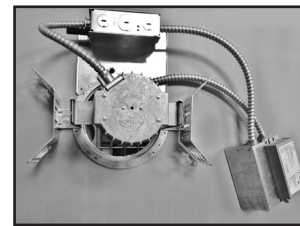

Figure 22.
6. Éloignez le circuit de sortie de l'ouverture du plafond ou du boîtier en le laissant tourné vers le haut (Figure 22).